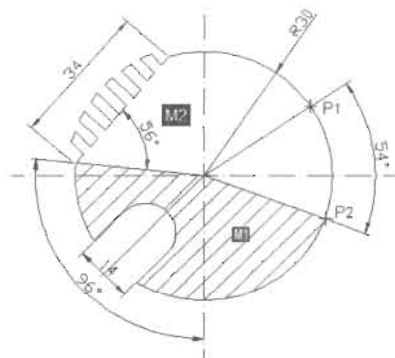

图 6-90
- (1) 打开配套光盘中的“课后练习 1.dwg”文件,如图 6-90 所示,求填充区域 M1 和封